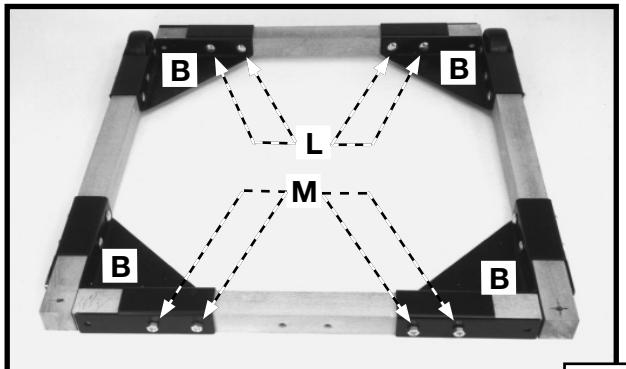

Fig. 10
11. Coloque las tablas dentro de los soportes para esquina (B), Fig. 10. Alinee los orificios de las tablas con los cuatro orificios interiores de cada soporte para esquina (B), Fig. 10. Asegure las tablas a los soportes con 16 pernos de cabeza de hongo de 50,8 mm (2") (L) y tuercas hexagonales (M).
NOTA: Introduzca los pernos de cabeza de hongo (L), Fig. 10, desde el interior de los soportes (B) de manera que los cuadrados de los pernos encajen en los orificios cuadrados del soporte (B).